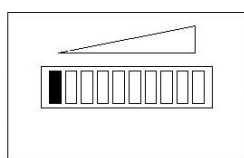

Afb. 12: Batterijen wisselen
Het interne transportmiddel veilig parkeren en met het contactslot (afb. 1, pos. 7) uitschakelen. De veiligheidsstekker (afb. 1, pos. 9) eruit trekken. De 2 bouten aan de bovenste afdekking losdraaien. Ook de 2 bouten aan de achterste bevestigingsrail losdraaien. De aansluitklemmen (afb. 12) verwijderen en batterij eruit halen.